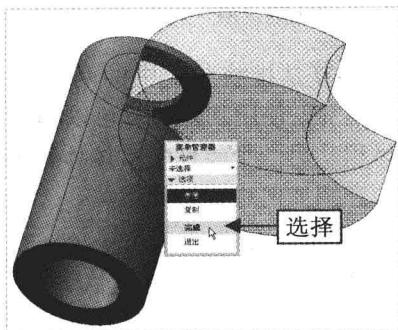

图 11-91 选择“完成”选项
Step 03 弹出“选择”对话框，在模型树中选择“圆柱.PRT”选项，单击鼠标中键，选择“圆柄.PRT”选项，单击鼠标中键，弹出“选项”菜单管理器，选择“完成”选项，如图 11-91 所示。